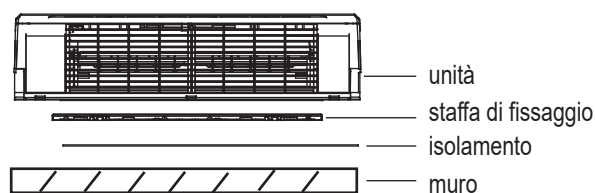

fig. 4
- Eseguire l'installazione rispettando la sequenza tra i vari componenti come illustrato in "fig. 4".